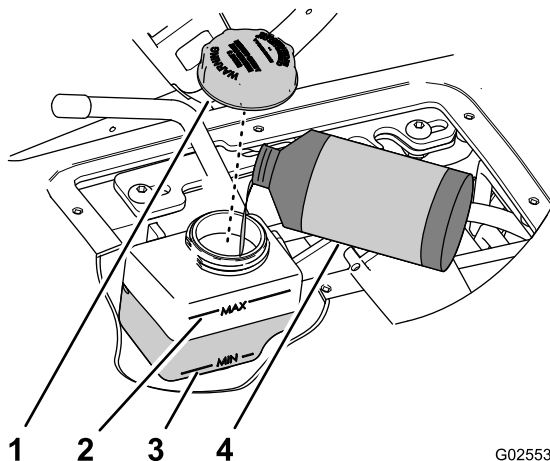

Рисунок 69
4. Проверьте уровень рабочей жидкости в бачке цилиндра управления скоростью (Рисунок 69).
- A. Начисто протрите зону вокруг крышки бачка (Рисунок 69).
- B. Снимите крышку с заливной горловины бачка (Рисунок 69).
- C. Залейте рабочую жидкость указанного типа, чтобы ее уровень находился посередине между отметками Min и Max на боковой поверхности бачка (Рисунок 69).
- D. Установите крышку, затянув от руки (Рисунок 69).